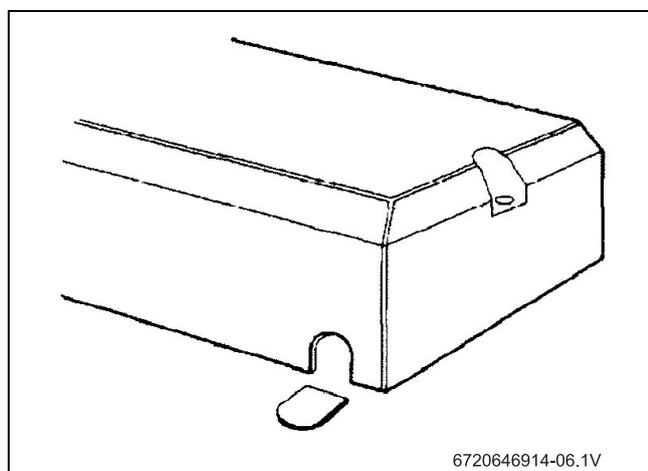

Fig. 5 Cubierta de la unidad
- ▶ Si va a ser a través de la cubierta inferior, corte el saliente de plástico para exponer la funda de goma (Fig. 5):